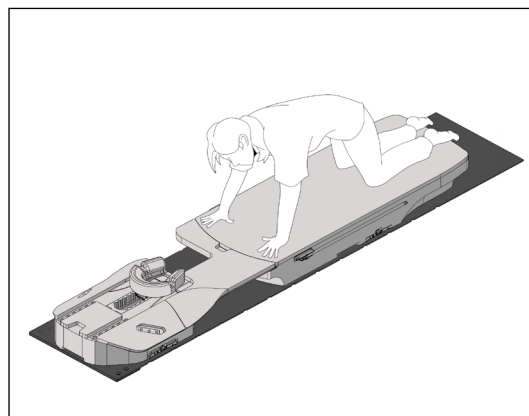

Fig. 13
3. Be patienten använda händerna och armbågarna för att flytta överkroppen i rätt position. (Fig. 13)